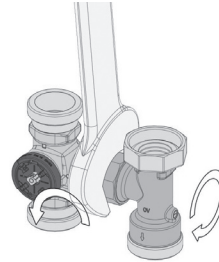

Abb. 16
2. 3-Wege-Mischerbaugruppe um 180° drehen. Anschließend das T-Stück um 180° drehen. Überwurfmutter mit einem Drehmoment 150 Nm anziehen.(Abb. 16).